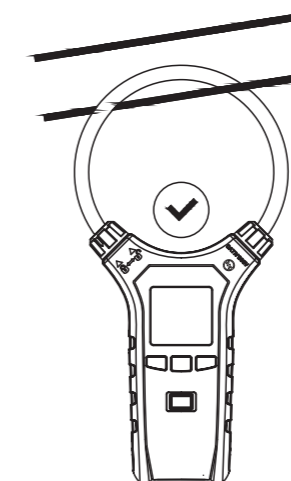

图 4
3. 用柔性钳头探头将待测装置的唯一一条导线完全钳绕(见以下正确示意图4)。